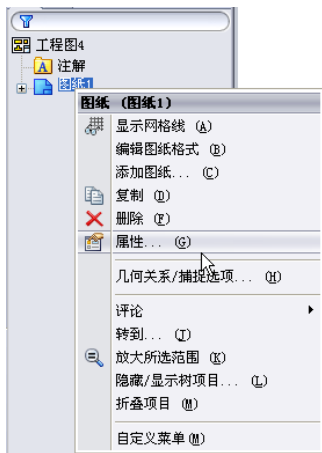

图 8-11 设置图纸属性
**01** 新建工程图。执行设置图纸属性命令。在工程图中的“FeatureManager”设计树中，右键单击图纸的图标，在系统弹出的快捷菜单中选择“属性”选项，如图 8-11 所示。